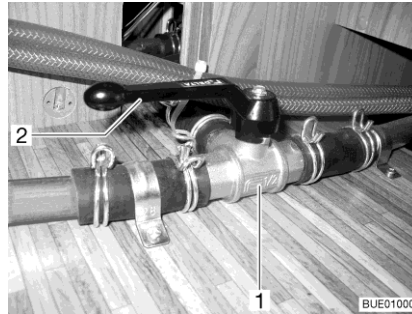

Bild 237 3-vägsventil
- Ställ spaken (Bild 237,2) till 3-vägsventilen (Bild 237,1) parallellt med den raka genomflödesriktningen (Bild 237).
- Ställ spaken (Bild 237,2) till 3-vägsventilen (Bild 237,1) tvärs mot den raka genomflödesriktningen.